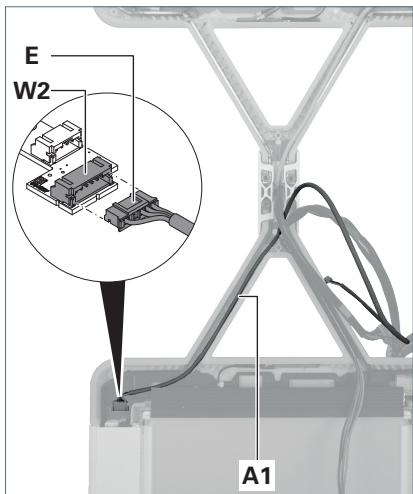

Fig. 11: Collegare la linea di comando .
- ▶ Posare la linea di comando **A1** del set di trefoli nel braccio di supporto della testa dell'apparecchio 2, vedere Fig. 11.